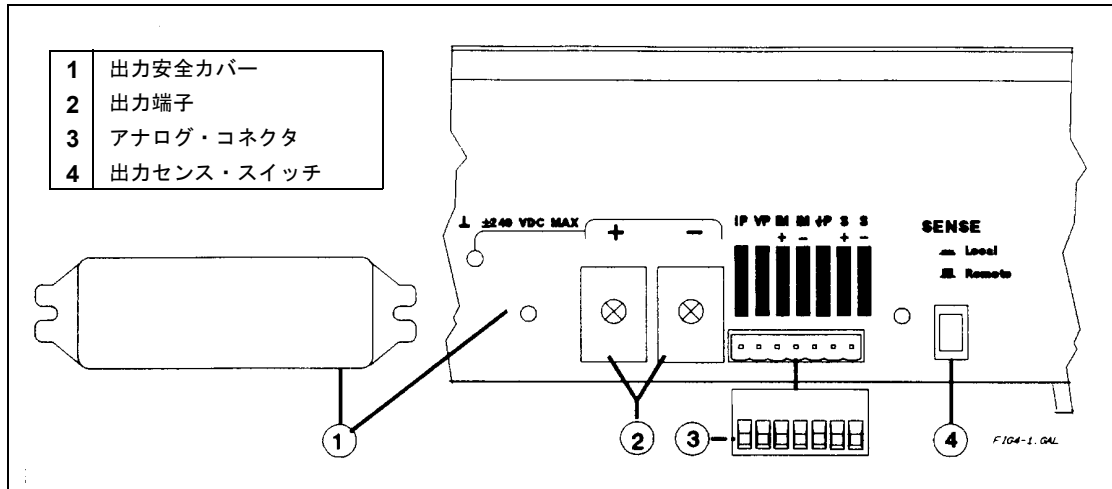
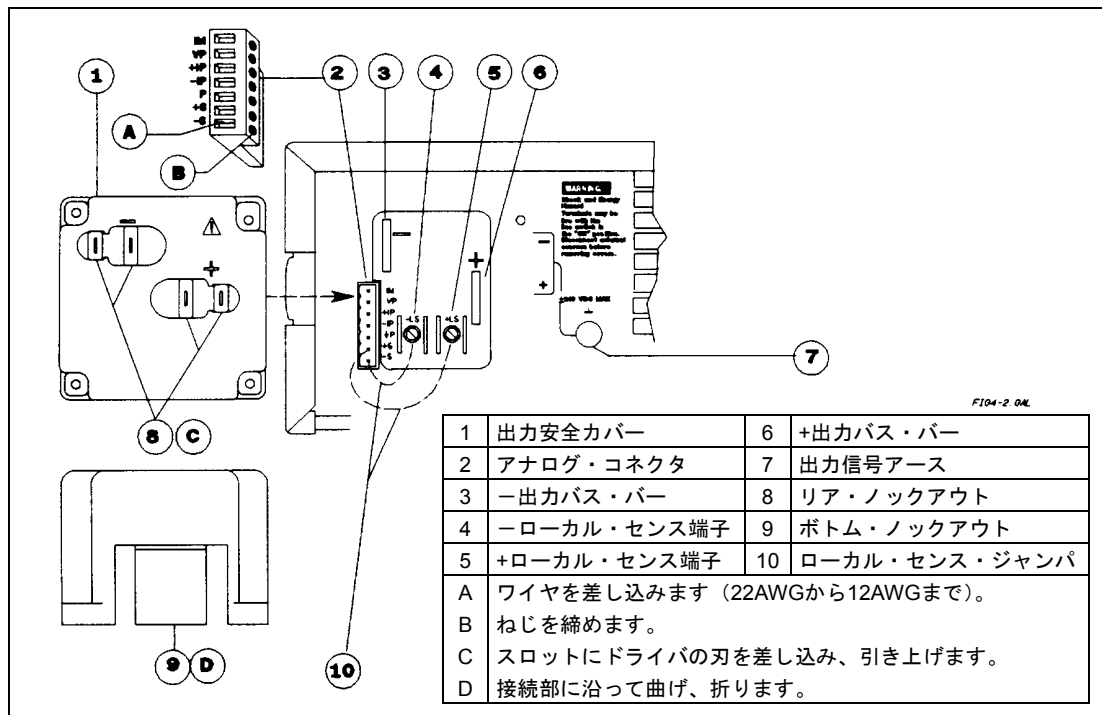

図4-1. シリーズ654xAおよび655xAのリア・パネル接続
図4-2. シリーズ657xAのリア・パネルの接続
+および-の負荷の接続はリア・パネルで行います。機種（図4-1または図4-2参照）により異なりますが、端子かあるいはねじ込み式のバス・バー（+および-）で負荷と本器を接続します。手順は以下のとおりです。
- カバー・ロックアウトを一つ以上取り外し、出力安全カバーに適当な穴をあけます（図4-2参照）。
リア・パネルには取り外しの簡単なプラグの付いた7ピン・アナログ・コネクタ（図4-1または図4-2参照）が取り付けられており、以下の任意接続を行うことができます。
**SENSEスイッチ**（図4-1参照）を**Local**ポジションに設定することによって、ローカル・センシングを実行できます。本器は、スイッチをこのポジションに設定した状態で出荷されます。
**SENSE**スイッチ（図4-1参照）を**Remote**ポジションに設定することによってリモート・センシングを実行できます。本器は、スイッチを**Local**ポジションに設定した状態で出荷されます。